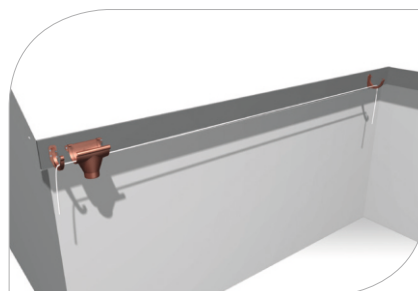

рис. 9
- 3.3 Между крайними кронштейнами растяните веревку - ее уклон в направлении стока должен составлять около 30 мм/10м (рис. 9,10)